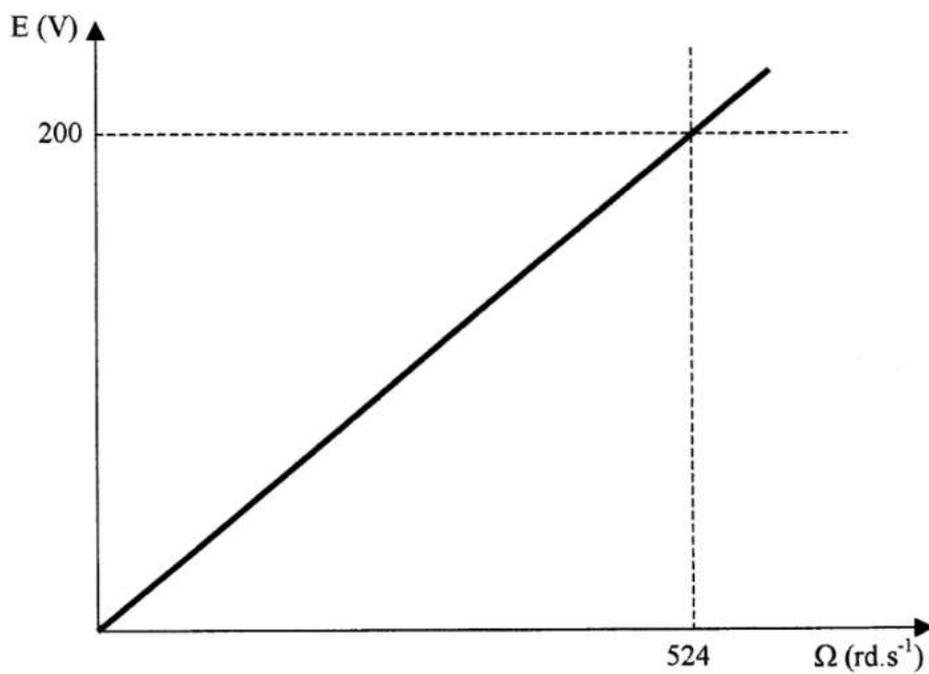

Figure 2
- On rappelle la relation : $E = K\Omega$. Le graphe de E en fonction de Ω est donné à a **Figure 2** page 4/6.